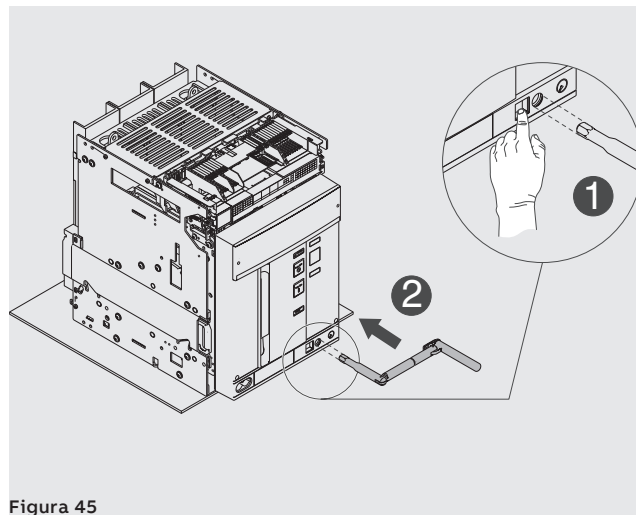

Figura 45
9. Apretar el pulsador de bloqueo e introducir la manivela en la parte móvil. En esta fase la parte móvil está aún en posición **DISCONNECT**. Véase Figura 45.